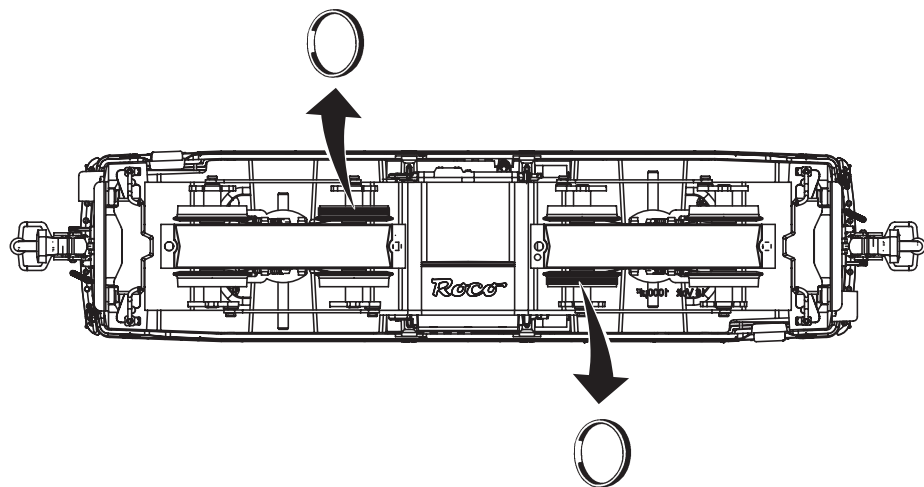

Fig. 7
1. Schmierung: Versehen Sie die im Schmierplan in Fig. 7 gekennzeichneten Stellen mit nur **kleinen Öltropfen**. Dazu zuerst das Lokgehäuse abnehmen (Fig. 3). Wir empfehlen den **ROCO Öler Art.-Nr. 10906**. Fürs Schmieren der Getriebeteile (Zahnräder, Schnecke) empfehlen wir das **ROCO-Spezialfett Art.-Nr. 10905**. Im Falle der Schmierung diese Teile **nicht ölen**.
1. Lubrication: Apply **tiny oil drops** to spots marked in fig. 7. Prior to lubrication dismantle locomotive (fig. 3). We recommend using item no. **10906, Roco oiler**. For lubrication the gearparts (e.g. cogwheels, worm) we should recommend our Roco **special grease** (item no. **10905**).
1. Graissage: N'appliquez **qu'une tout petite goutte** aux endroits indiqués par le plan de graissage (fig. 7) après avoir démonté la caisse de la locomotive (fig. 3). Nous vous recommandons le **graisseur à huile Roco réf. 10906**. Pour graisser les engrenages (roues dentées, vis sans fin) nous vous conseillons la **graisse spéciale Roco réf. 10905** pour engrenages en matières synthétiques. Lorsque vous utilisez cette graisse il faut éviter d'huiler ces composants.